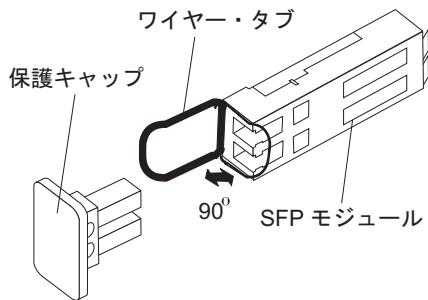

図 17. SFP モジュール・ラッチのアンロック - プラスチック・タブの場合
- プラスチック・タブが入っている SFP モジュールの場合は、40 ページの図 17 に示すように、プラスチック・タブを外側に 10° 引いて SFP モジュールのラッチをアンロックします。